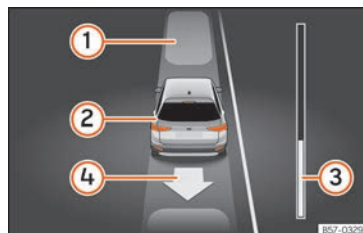

Abb. 252 Am Bildschirm des Kombi-Instruments: parallel zur Fahrbahn ausparken.
- Fahren Sie rückwärts, bis das Dauertonsignal des ParkPilot ertönt; **ODER:** fahren Sie zurück, bis am Bildschirm des Kombi-Instruments die Anzeige zur Vorwärtsfahrt erscheint. Die Fortschrittsanzeige »» **Abb. 252** **③** zeigt den zurückzulegenden Abstand an »» **Seite 289**.